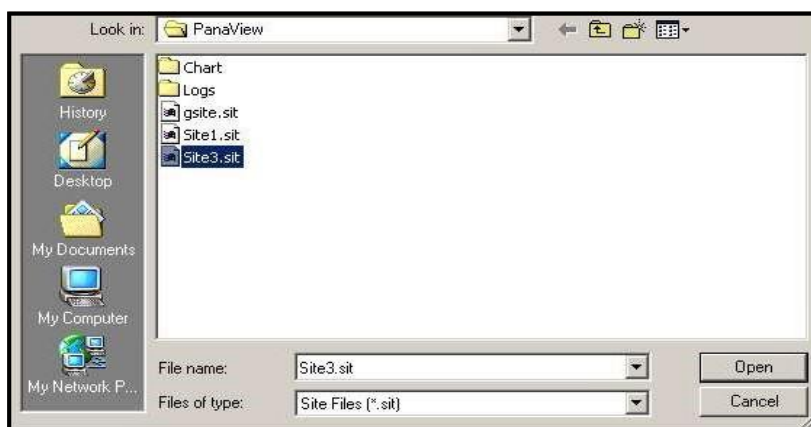

Figura 32: Seleção de arquivos de local
2. Clique no botão *Save Site to Meter*. Será aberta uma tela similar à Figura 32 a seguir.
3. A janela *Site File Selection* (Figura 32 na página 91) será aberta. Destaque um local com as configurações desejadas e clique em [Open]. O PanaView salva o local no medidor com o novo nome e as configurações desejadas.
3. A janela *Site File Selection* (Figura 32 na página 91) será aberta. Digite o nome de local desejado (agora com uma extensão .prt) e clique em [Save]. O PanaView exibe uma versão em texto do local, como mostrado na Figura 34 a seguir.